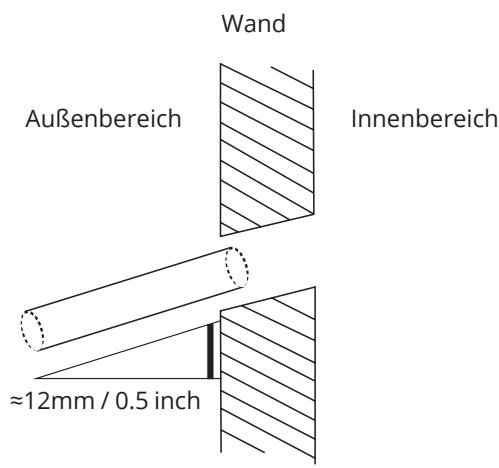

Abb. 6.5
- Bohren Sie mithilfe eines 65-mm (2.5") Kernbohrers ein Loch in die Wand. Stellen Sie sicher, dass Sie mit einer leichten Neigung nach unten bohren, sodass die Außenkante der Bohrung um etwa 12mm (0,5") unter der Innenkante liegt. So wird der effektive Abfluss des Wassers gewährleistet (Siehe Abb. 6.5). Setzen Sie den Schutzmantel in die Bohrung. Somit werden die Enden der Bohrung geschützt und der Verschluss am Ende der Installationsarbeiten erleichtert.